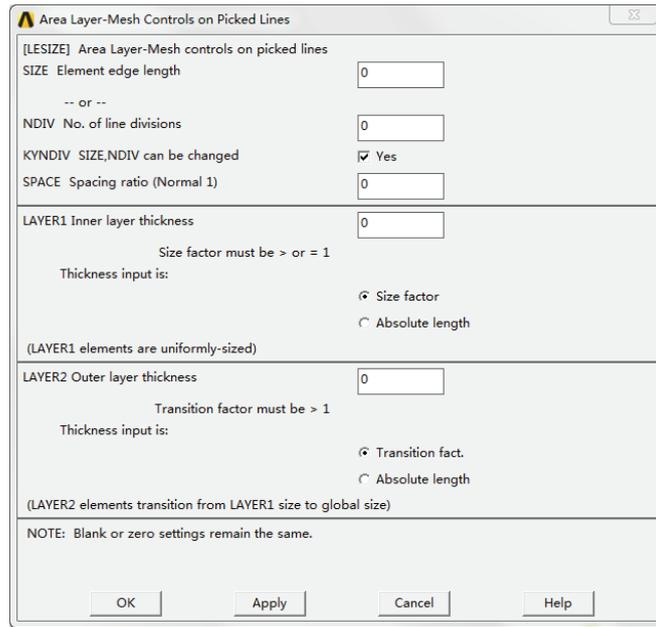

图 5-44 在面的所选线上进行层网格控制对话框
1) 【Picked Lines】：针对当前所有选中关键点设置密度控制，单击该菜单项，弹出如图 5-44 所示的对话框。